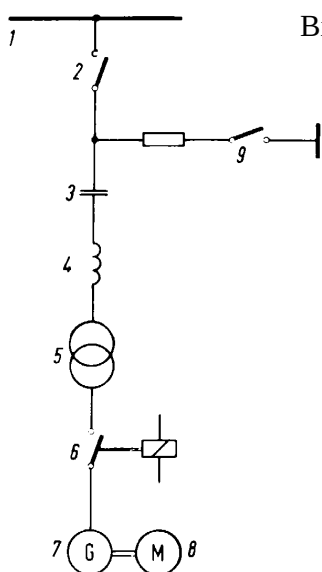

Bild 1. Prinzipschaltplan einer Tonfrequenz-Sende-Anlage mit Parallel-Einspeisung
- v) **Ein Kopplungskondensator ist ein Kondensator für Tonfrequenz-Rundsteueranlagen zur Paralleleinspeisung** und dient der Ankopplung eines Tonfrequenzsenders an ein Stromversorgungsnetz, um diesem kurzzeitig tonfrequente Spannungen zu überlagern. Er ist über Schaltgeräte mit dem Netz verbunden und wird in den Zeiträumen zwischen den Sendezeiten im allgemeinen nicht vom Netz getrennt (Bild 1).